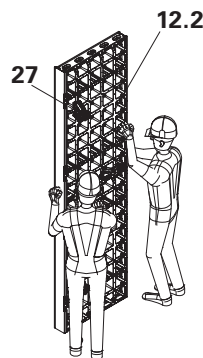

Fig. C1.03
1. Fixer des baguettes d'angle DUO 135 (29) sur le premier élément de coffrage, ne pas clouer les baguettes d'angle.
2. Monter deux fixations d'étais DUO (27).
3. Acheminement de l'élément de coffrage au lieu de mise en œuvre par deux personnes. (Fig. C1.03)